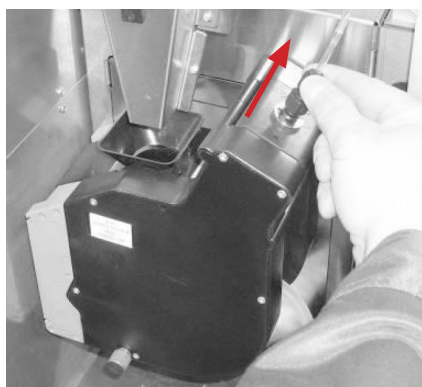

Рисунок 59
1. Отсоедините трубку подачи горячей воды, нажав на цангу фиксатора (см.рис.59)